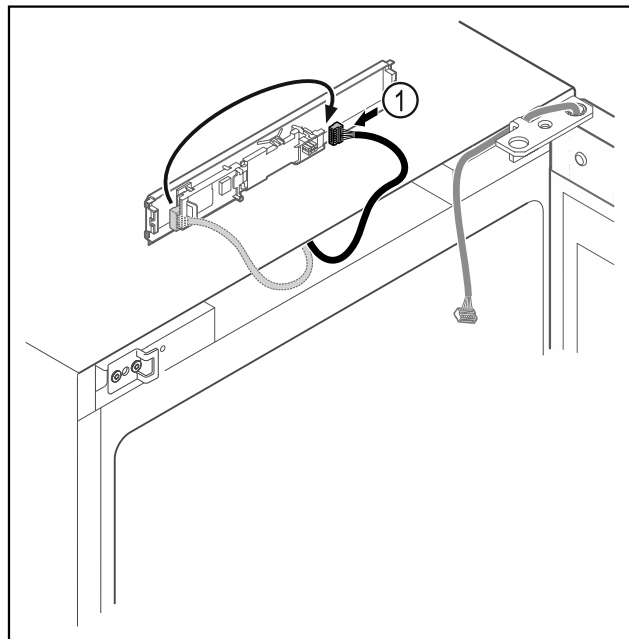

Fig. 11
- ▶ Aseta pistoke Fig. 11 (1) levyyn toiseen kohtaan.